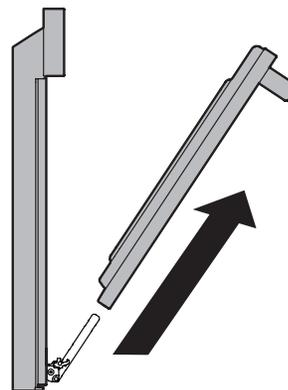

Figure 24: Enlever la porte
4. Tirez la porte vers vous tout en tournant le haut de la porte vers l'appareil pour désengager complètement les leviers de charnière (figure 24).
1. Saisissez fermement les deux côtés de la porte du four le long des côtés de la porte. N'utilisez pas la poignée de la porte du four (figure 24).